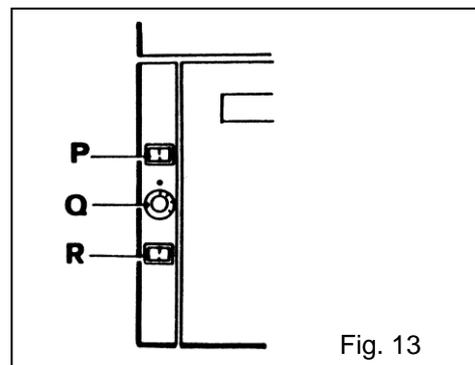

Fig. 13
7.2 Armadio caldo elettrico (Fig. 13)